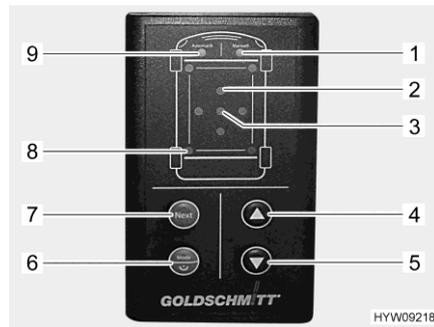

Fig. 47 Unité de commande (vérins stabilisateurs hydrauliques)
Si l'inclinaison du véhicule est trop importante, la DEL "Inclinaison" (Fig. 47,2) rouge correspondante clignote. Choisir un emplacement mieux adapté, ou bien manipuler manuellement les vérins stabilisateurs à vos propres risques.
Si, en présence d'un trou dans le sol, un vérin stabilisateur est sorti à sa longueur maximale, les DEL "Mode manuel" (Fig. 47,1) et "Mode automatique" (Fig. 47,9) clignotent trois fois. Dans ce cas, rentrez les vérins stabilisateurs, placez un sabot sous le vérin stabilisateur concerné et recommencez la procédure.
- Appuyez pendant au moins 1 seconde sur la touche "Marche/Arrêt/Mode de fonctionnement" (Fig. 47,6). Après l'allumage, un signal acoustique se déclenche et la DEL "Mode automatique" (Fig. 47,9) s'allume.
- Appuyer brièvement sur la touche "Marche/Arrêt/Mode de fonctionnement" (Fig. 47,6). Le mode de fonctionnement bascule entre mode manuel et mode automatique. La DEL correspondante (Fig. 47,1 ou Fig. 47,9) s'allume.
- Appuyer sur la touche "Sortir" (Fig. 47,5). Le procédé d'alignement se déroule automatiquement. Les DEL "Vérins stabilisateurs" (Fig. 47,8) clignotent tant que les vérins stabilisateurs sont en mouvement. Si le véhicule est équipé de vérins repliables : Le mouvement des vérins stabilisateurs s'arrête une fois qu'ils sont sortis, pour permettre de poser un sabot. La DEL "Mode automatique" (Fig. 47,9) clignote rapidement.
- Appuyer de nouveau sur la touche "Sortir" (Fig. 47,5). Le procédé d'alignement continue.
- Appuyer sur la touche "Rentrer" (Fig. 47,4). Les vérins stabilisateurs rentrent entièrement. Les DEL "Vérins stabilisateurs" (Fig. 47,8) clignotent tant que les vérins stabilisateurs sont en mouvement.
- En mode automatique, appuyer brièvement sur la touche "Marche/Arrêt/Mode de fonctionnement" (Fig. 47,6). La DEL "Mode manuel" (Fig. 47,1) s'allume.
- Tenir compte des DEL "Inclinaison" (Fig. 47,2). Une DEL allumée signale que vous devez relever le véhicule du côté correspondant.
- Appuyer sur la touche "Next" (Fig. 47,7) jusqu'à sélectionner la paire de vérins stabilisateurs souhaitée. Les DEL correspondantes "Vérins stabilisateurs" (Fig. 47,8) s'allument.
- Appuyer sur la touche "Rentrer" (Fig. 47,4) ou "Sortir" (Fig. 47,5) jusqu'à atteindre la position souhaitée.
- Appuyer de nouveau sur la touche "Next" (Fig. 47,7) jusqu'à sélectionner la paire de vérins stabilisateurs suivante souhaitée. Répéter la procédure jusqu'à l'alignement du véhicule. Le véhicule est aligné lorsque la DEL verte "Position ok" (Fig. 47,3) s'allume.
- Appuyer en même temps sur les touches "Marche/Arrêt/Mode de fonctionnement" (Fig. 47,6), "Sortir" (Fig. 47,5) et "Rentrer" (Fig. 47,4) pendant 3 secondes.
- Après la validation acoustique et l'allumage de la DEL "Position ok" (Fig. 47,3), relâcher les touches. La position est enregistrée comme position OK.